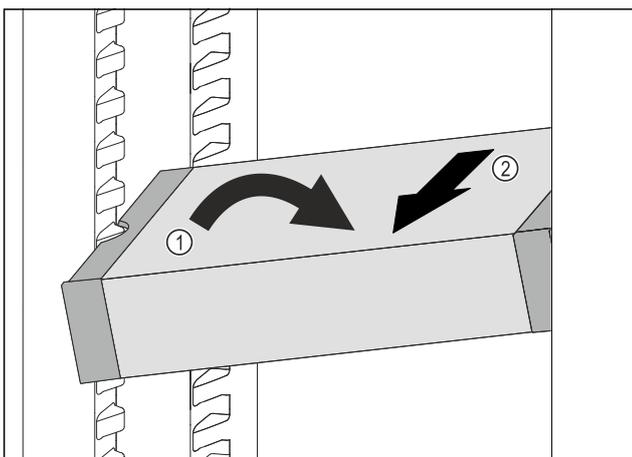

Fig. 129
- ▶ Incliner le VarioSafe dans la partie réfrigérateur. Fig. 129 (1)
- ▶ Sortir le tiroir VarioSafe par l'avant. Fig. 129 (2)